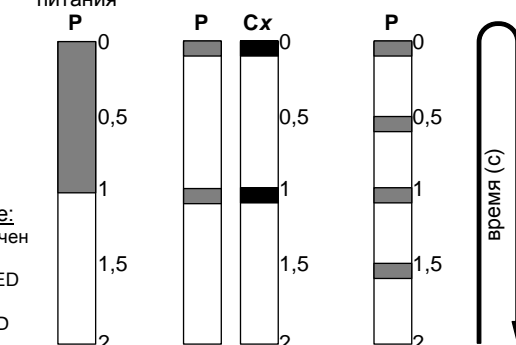

Рисунок 2. LED коды сообщения об ошибках
**LED программир./тестир. KNX:** в режиме программирования горит непрерывно (красный). В безопасном режиме LED мерцает красным цветом каждые 0.5 секунды. Зеленый LED обозначает режим внутреннего тестирования. При включении прибора (после сброса или сбоя питания шины), и если прибор не находится в безопасном режиме, то LED загорится красным цветом один раз. Мерцающий синим цветом LED сообщает об ошибке (см. Рисунок 2).